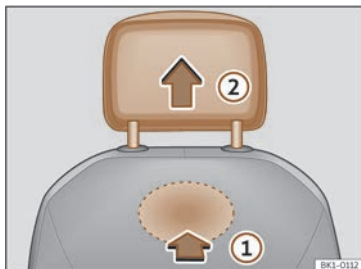

Fig. 102 Apoyacabezas delantero: desmontaje.
- Para desbloquearlo, busque el rebaje situado en la parte posterior del respaldo por la zona marcada y presione en el sentido de la flecha >>> fig. 102 ①.
- Extraiga el apoyacabezas en el sentido de la flecha ②.